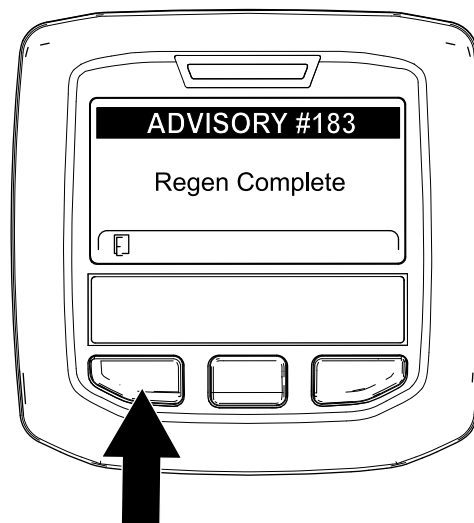

Figure 96
9. Quand le calculateur moteur achève une régénération en stationnement ou d'urgence, l'InfoCenter affiche ADVISORY #183 (avis n° 183) (Figure 96). Appuyez sur le bouton gauche pour quitter l'écran d'accueil.